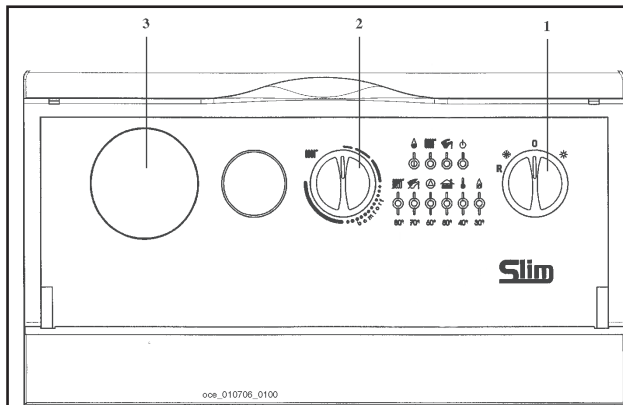
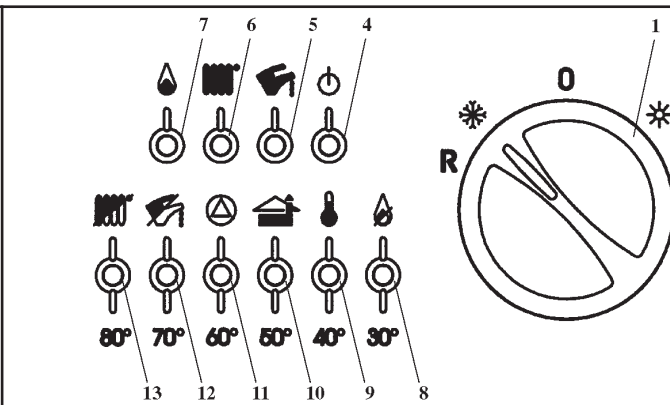

Рис. 1: Панель управления котла
Рис. 2: Световая индикация
- установить переключатель режимов «лето - зима» (рис. 1, позиция 1) в режим «зима».
- установить регулятор температуры воды в системе отопления (рис. 1, позиция 2) на нужное значение.
Важная информация: при переключателе режимов «лето - зима» (рис. 1, позиция 1), установленном в положении «зима» , перед каждым очередным включением котла по сигналу регулятора системы отопления установлена задержка на несколько минут (для того чтобы избежать частых включений/выключений). Для того чтобы горелка включилась сразу, переведите переключатель в положение (0), а затем снова установите режим «зима».
Внимание! При первом включении внутри трубы подачи газа могут образоваться воздушные пробки. В таких случаях горелка не будет включаться и произойдет блокировка котла по газу (загорается красная лампочка блокировки котла - рис. 1, позиция 8).
При возникновении данной проблемы повторите процесс включения котла до поступления газа в горелку, кратковременно установив перед включением переключатель режимов (рис. 1, позиция 1) в положение R (сброс).
Данное устройство может быть снабжено комнатным термостатом для контроля температуры отопляемого помещения. В этом случае регулятор температуры воды в системе отопления (рис. 1, поз.2) устанавливается в максимальное положение, а сигналы на включение и выключение котла поступают от комнатного термостата.
При отсутствии комнатного термостата температура помещения регулируется косвенным образом при помощи регулятора температуры воды в системе отопления (рис. 1, поз.2); при таких условиях насос системы отопления работает постоянно. Для увеличения температуры повернуть регулятор по часовой стрелке, для уменьшения - против часовой стрелки.
- Установить переключатель режимов (рис. 1, позиция 1) в положение (0), проследив, чтобы лампочка-индикатор (рис. 2, позиция 4) погасла; таким образом прекращается подача электричества в котел.
- переключатель режимов (рис. 1, позиция 1) не установлен в положение (0);